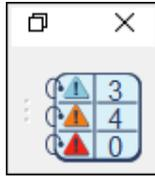

Рис. 18
3.6.1.1. Информационная панель журнала (рис. 18) расположена в правом верхнем углу главного окна СПО "Мастер М". Данная информационная панель предоставляет доступ к окну